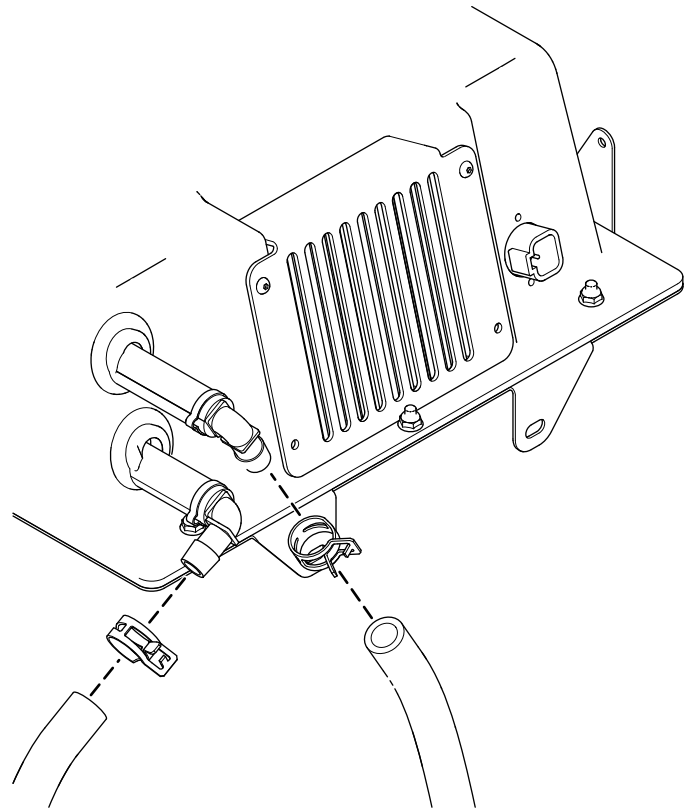

Bild 16
7. Verbinden Sie die 2 Kühlmittelschläuche an der Vorderseite des Heizungskastens mit 2 Bandklemmen, wie in **Bild 16** dargestellt.